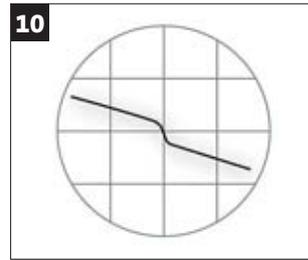

Bild 10: Pseudo-Dämpfung – Looser
- **Pseudo-Dämpfung – Looser:** Wie der oben beschriebene Gainer kommt auch der Looser (**Bild 10**) durch unterschiedliche Brechzahlprofile zustande und ist bei der Messung von der Gegenseite aus zu sehen. Das tückische an einem Looser ist, dass er schnell mit einem nicht-reflektiven Ereignis verwechselt werden kann, obwohl eigentlich gar keine Dämpfung vorliegt. Er lässt sich nur durch eine zweiseitige Messung nachweisen, bei der sich Gainer und Looser dann gegenseitig aufheben. Aus diesem Grund sind zweiseitige Messungen oft vorgeschrieben.